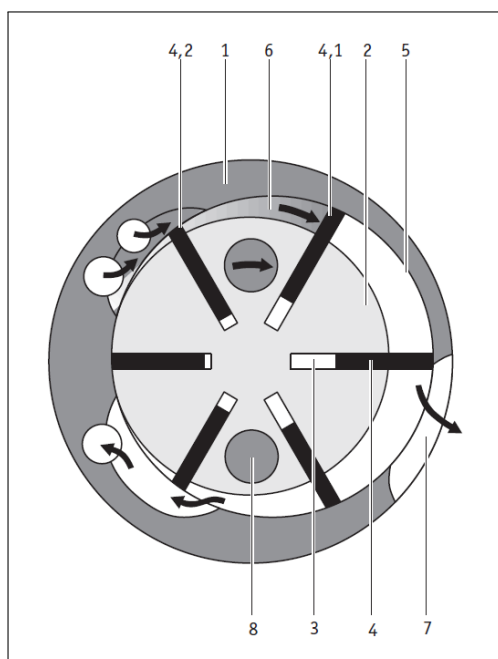

Figura 4: Principio de funcionamiento de los motores neumáticos de aletas
El motor de aletas (↔ Figura 4) se compone de un casquillo cilíndrico (1) con dos arandelas de rodamiento laterales y un rotor interno (2). El rotor está alojado de forma excéntrica en el casquillo cilíndrico y lleva unas ranuras (3) para el alojamiento de las aletas (4). Las aletas son móviles y se apoyan en la pared interior (5) del casquillo cilíndrico. Cada par de aletas forma una cámara (6). El aire comprimido que entra genera en la aleta avanzada de mayor superficie (4.1) una fuerza mayor que en la aleta subsecuente de menor superficie (4.2). Esta diferencia de fuerzas genera el par de giro del rotor. El aire comprimido vuelve a salir por el orificio de salida (7). Entre las ranuras de las aletas del rotor hay cámaras de lubricante (8). Se encargan de que la lubricación del motor sea continua.